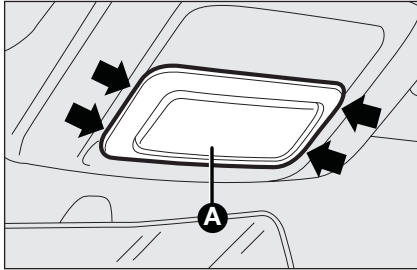

Abb. 25
- ☐ Den beiliegenden Schraubendreher an den mit Pfeilen gekennzeichneten Stellen ansetzen und die Linse **A-Abb. 25** schrittweise vorsichtig lösen.